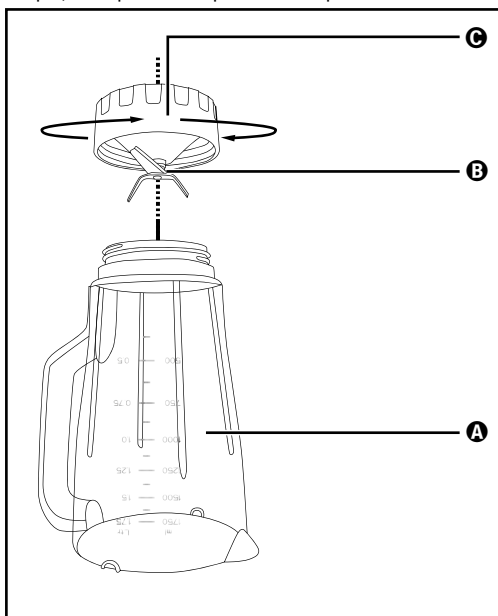

Abb. 3
- 2) Coloque o aparelho de cabeça para baixo e rode a peça de plástico inferior ③ do copo misturador ③, no sentido contrário ao dos ponteiros do relógio, de modo que a peça de plástico superior ① do copo misturador ③ se possa soltar (ver fig. 3).